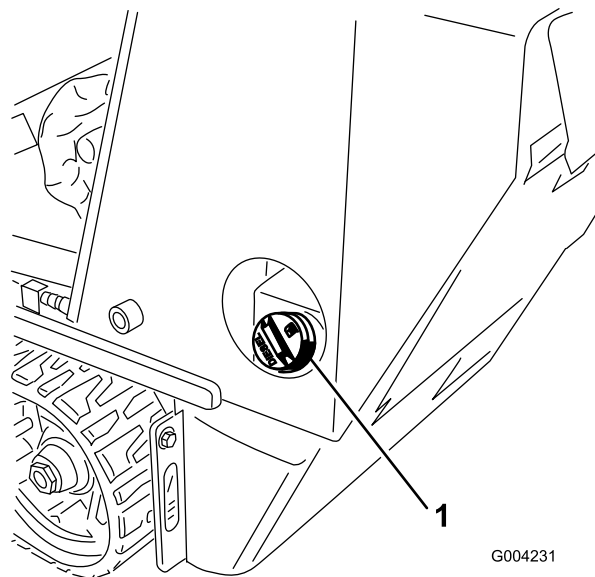

Рисунок 16
1. Снимите крышку топливного бака (Рисунок 16).